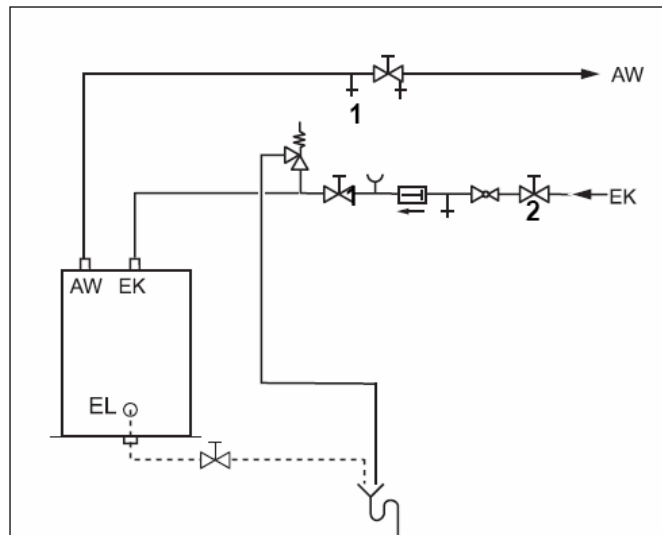

Рис. 13 Установка по стандарту DIN 1988 (принципиальная схема)
- Открыть продувочный и воздушный вентиль (рис. 13, **поз. 1**) или выше всего расположенный водоразборный кран, чтобы выпустить воздух из накопителя горячего водоснабжения.
- Открыть запорный вентиль на входе холодной воды ЕК (рис. 13, **поз. 2**) для заполнения накопителя горячего водоснабжения.
- Перед разогревом проверить, заполнены ли водой отопительный котел, накопитель горячего водоснабжения и трубопроводы. Для этого открыть продувочный и воздушный вентиль (рис. 13, **поз. 1**).
- Постоянно держите открытым выхлопной трубопровод предохранительного клапана (рис. 13, стр. 15).
- выхлопной трубопровод предохранительного клапана (рис. 13, стр. 15) должен постоянно оставаться открытым.